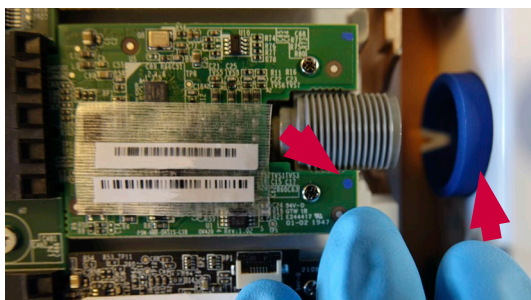

Figura 19 Il colore sulla scheda VDI deve corrispondere al colore dell'anello
e) Assicurarsi che l'anello colorato sull'alloggiamento posteriore sia dello stesso colore dell'indicazione sulla scheda VDI (Figura 19)
Quando si rimonta l'alloggiamento posteriore, controllare che i colori sulle schede VDI (Figura 19) corrispondano ai colori degli anelli in cui sono posizionate.